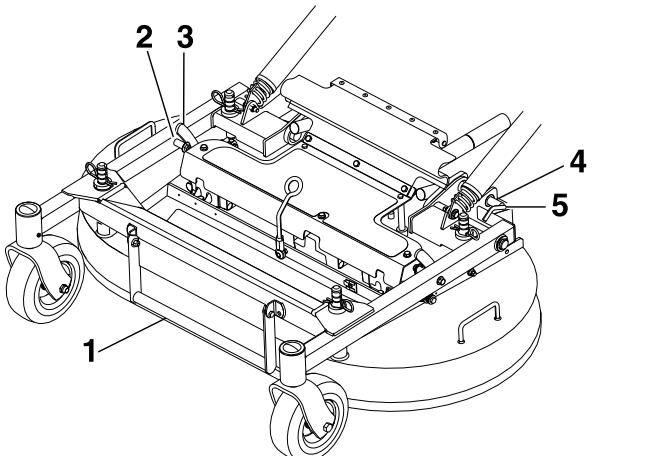

Figure 23
3. Tout en maintenant le cadre avant baissé, soulevez le tablier d'un côté pour que le verrou de support vienne s'engager sur la goupille fixe du cadre avant (**Figure 23**)